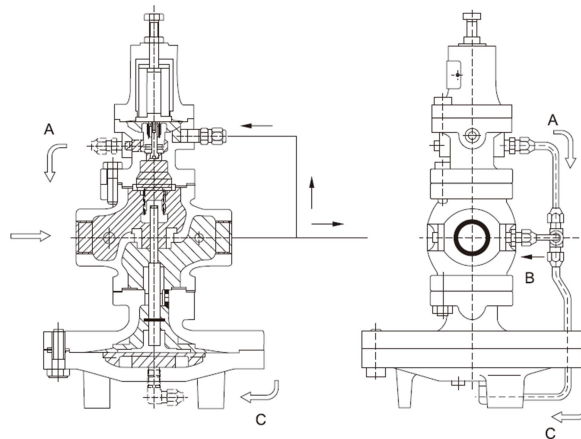

Рис. 4
1.4. Пониженное давление подается в камеру пилотной мембраны [23]-1 через импульсную трубку и [56]. Пилотная мембрана получает пониженное давление, которое уравновешивается нагрузкой пружины. Шток управляющего клапана регулируется усилием пружины и давлением, действующим на управляющую мембрану в результате колебаний пониженного давления. Это изменяет объем рабочей среды в основной мембранной камере, которая регулирует ход основного клапана для получения соответствующего пониженного давления (рис. 4).